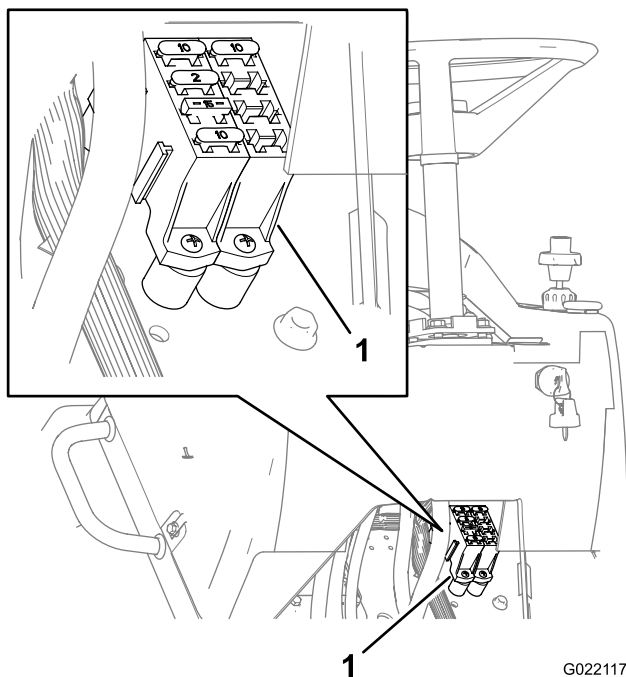

Рисунок 61
- 3. Замените разомкнутый (перегоревший) предохранитель в блоке предохранителей новым плавким предохранителем, эквивалентным по номинальной силе тока (Рисунок 61).